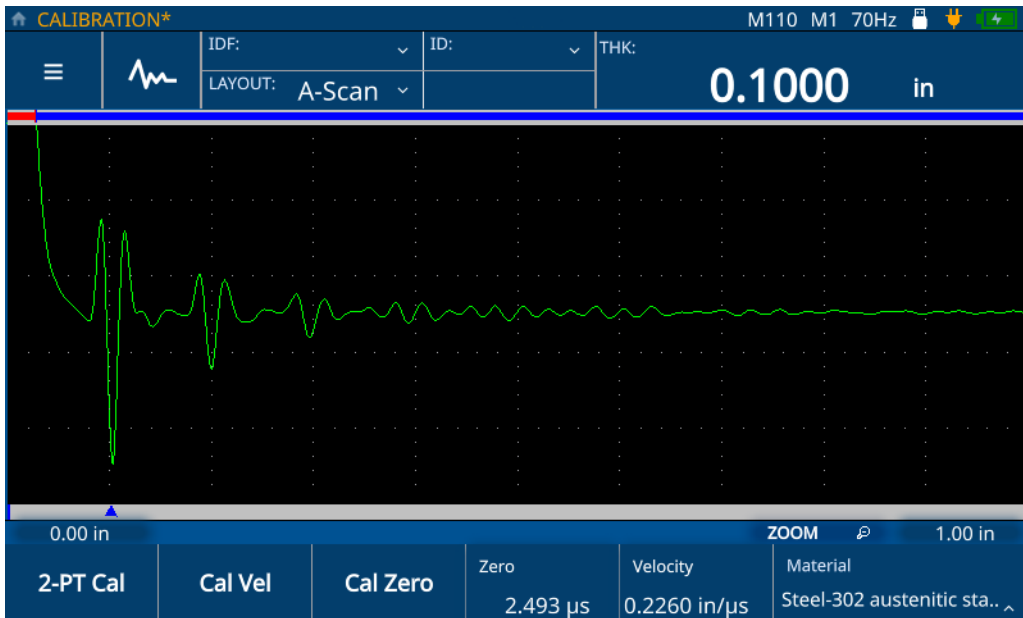

Figura 5-7 Conclusão da calibração do zero
6. Toque no ícone de marca de seleção para salvar o valor e concluir a calibração (consulte Figura 5-7 na página 46).